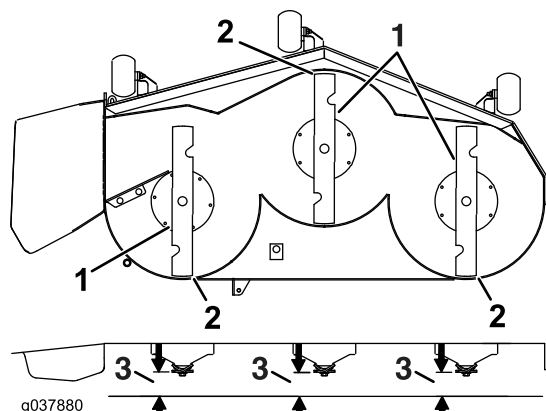

Figura 82
7. Verificarea planeității lamei față-spate (Figura 82). Asigurați-vă că vârful lamei față este mai coborât decât vârful lamei spate, așa cum este ilustrat în tabelul privind înălțimea blocului i cuitul pentru tuns. Dacă sunt necesare reglaje, continuați cu această procedură.